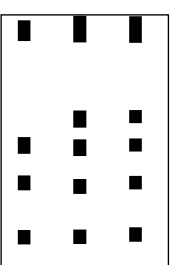

Figura 3
c. Explique como poderia determinar a posição das bandas em cada tira, usando um método de segmentação apropriado. O resultado a atingir numa imagem binária do tipo da representada na figura 3.